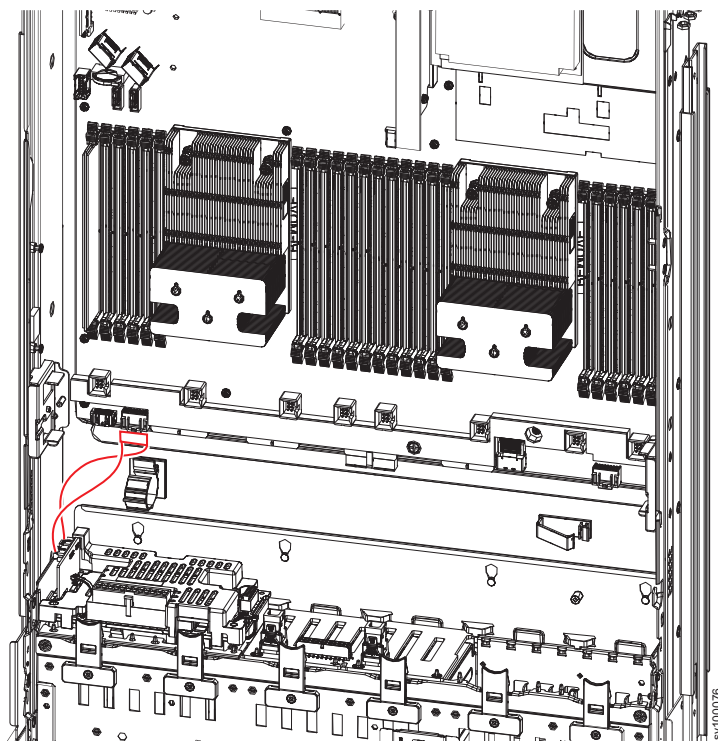

図 165. 2145-SV1 バッテリー・バックプレーン電源センス・ケーブル
3. 必要に応じて、218 ページの図 165 に示すように、バッテリー・バックプレーン電源センス・ケーブルをメイン・ボードに接続します。
4. 図 165 に示すように、バッテリー・バックプレーン電源センス・ケーブルをバッテリー・バックプレーンに接続します。